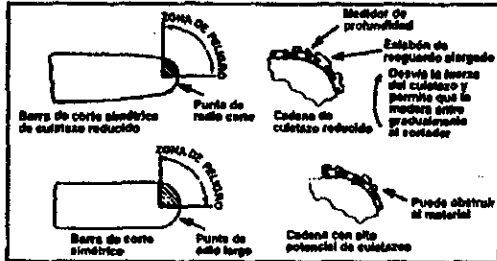

Figura 5
- Barra de corte de culatazo reducido, diseñada con una punta de corto radio que reduce el tamaño del área de peligro de culatazos en la punta de la barra. Figura 5. Una barra de corte de culatazo reducido es una que ha demostrado reducir significativamente el número y la gravedad de los culatazos al ser probada de acuerdo con los requerimientos de seguridad para sierras de cadena eléctricas fijadas por las normas CSA Z62.1 y Z62.3.
- Cadena de bajo culatazo, diseñada con un medidor de profundidad y eslabones de resguardo que desvían la fuerza del culatazo y permiten que la madera entre gradualmente al cortador. Figura 5. Una cadena de bajo culatazo es una que ha demostrado cumplir con los requisitos de operación de las normas CSA Z62.1 y Z62.3 y ANSI B175.1